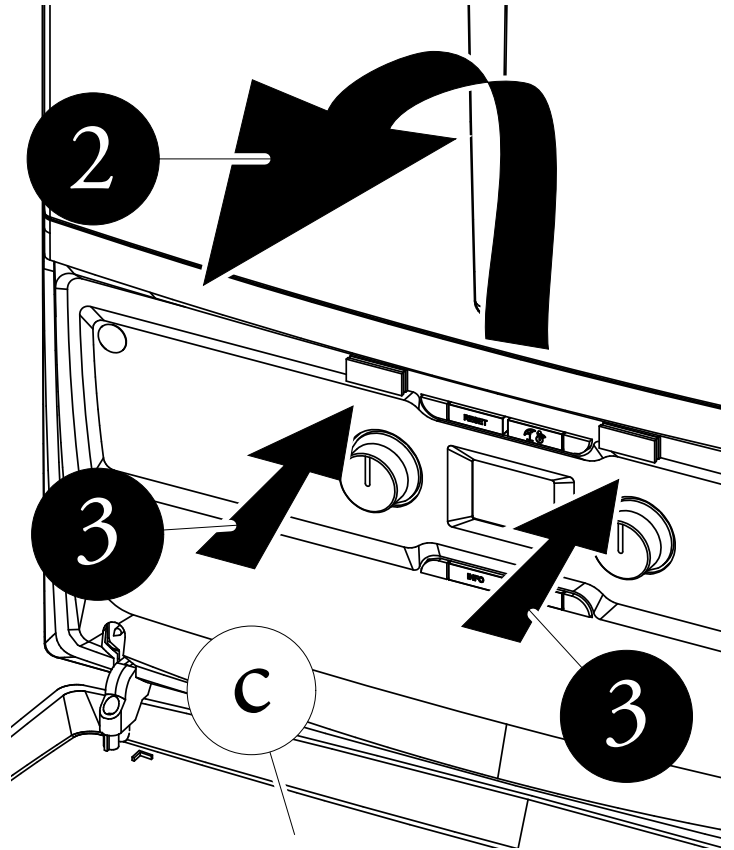

Fig. 5
- 2) Aprire il portello cruscotto (c) (Fig 5).
3) Togliere la pellicola posteriore dai velcri (b) ed incollarli sulla basetta cruscotto nelle aree a fianco dei pulsanti "Reset" e "Estate / Inverno" (Fig. 5)